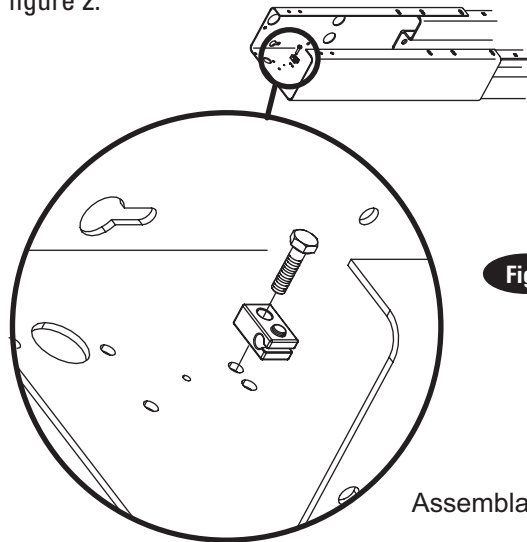

Fig. 2
4. Guides de câble de cliquet : Installez les supports de guide de chemin de câble de cliquet sur les extensions de colonne avec des vis à tête cylindrique hexagonale (1) 1/4"-20NC x 1" et des contre-écrous à embase 1/4"-20NC, Fig. 2. Les vis à tête cylindrique hexagonale doivent passer par le trou le plus proche du bord, comme indiqué sur la figure 2.